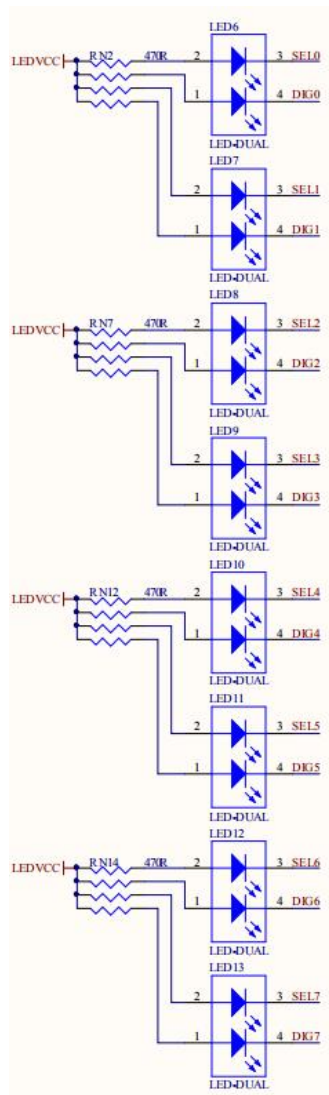

图 2-22 双色LED发光管
开发板提供了8个双色LED发光二极管。每个发光管是双色，分别是红色和绿色，也就是8组相当于16个LED,要锁定16个IO脚，8组LED发光管原理图如图 2-22，当FPGA的引脚输出逻辑为“0”时，LED熄灭。输出逻辑为“1”时，LED被点亮。16个引脚和数码管复用（请看⑪）。